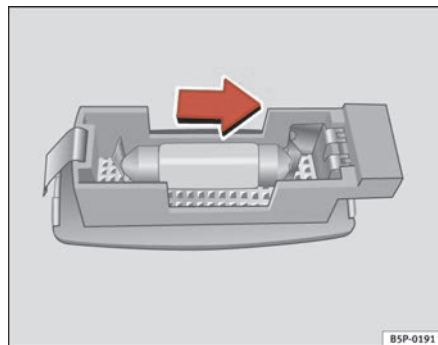

Fig. 202 Desmontagem da luz da pala do sol
- Retire a luz com cuidado, utilizando a parte plana da chave de fendas, tal como indica a figura ⇒ fig. 202.
- Retire a lâmpada, movendo-a no sentido da seta e para fora ⇒ fig. 202. ■